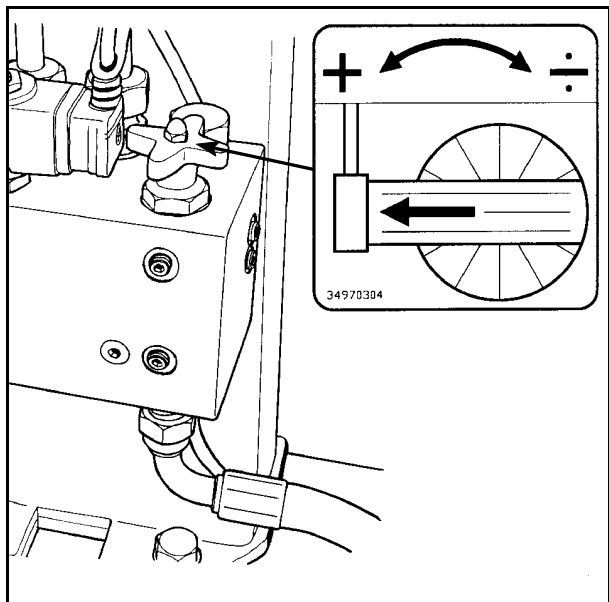

Fig. 8-1
**8.1** Start traktoren og la den gå på ca. 1000 omdreininger pr. minutt. Løft maskinen klar av bakken. Oljetilførselen til pakkemaskinen reguleres ved hjelp av to justerings-ventiler som sitter på ventilblokken bak på maskinens "hals" (Se fig. 8-1).